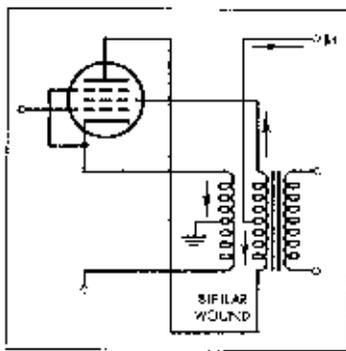

Рис. 2. Одно плечо выходного каскада Me Intosh (по Кроухерсту).
2) В 1949 г. Frank McIntosh и Gordon Gow в своем усилителе 50W-1 предприняли еще один шаг в развитие концепции разделенной нагрузки – посредством выходного каскада с «единичной связью» (unity-coupled). По их замыслу, теперь катодная обмотка имеет витков столько же, сколько имеет анодная (Рис. 2), что приводит к более сильной локальной обратной связи14.